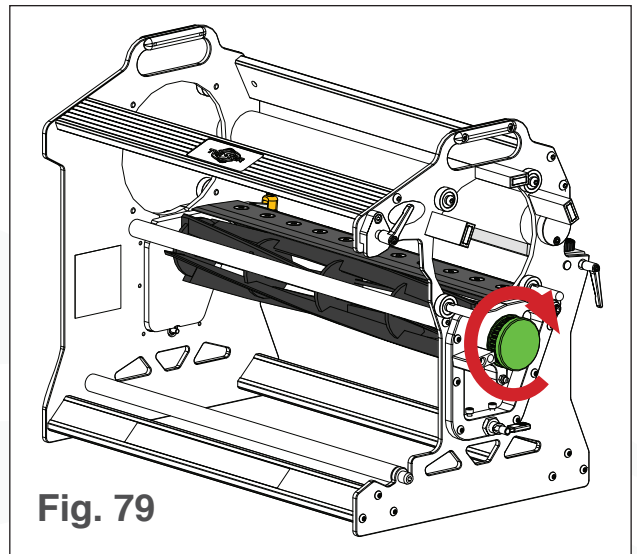

Fig. 79
8. Una vez que la cuchilla y la navaja fija estén paralelas con un espacio del grosor del papel, gire la polea de la cuchilla para hacer girar la cuchilla (consulte la Fig. 79). No debería haber resistencia entre la cuchilla y la navaja fija.